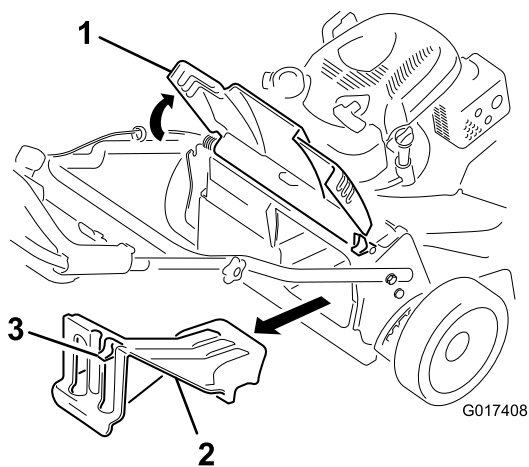

Figura 25
1. Levante y sujete la puerta trasera (Figura 25).
2. Retire el tapón de descarga trasero presionando hacia abajo sobre el enganche con el dedo pulgar y extrayendo del tapón de la máquina (Figura 25).